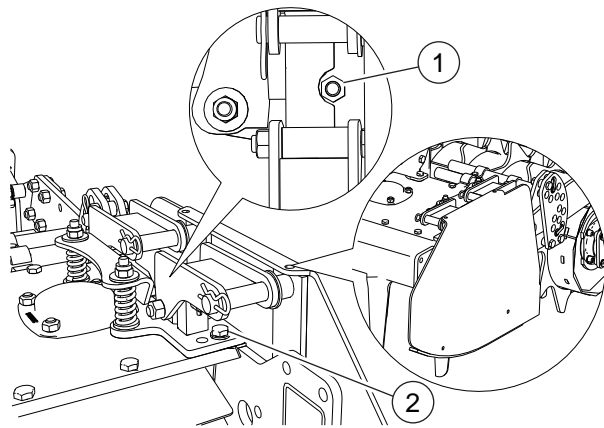

FIG. 18
- Die Schraubenmutter festdrehen (1, "Fig. 18").
- Die Schrauben eindrehen (2).